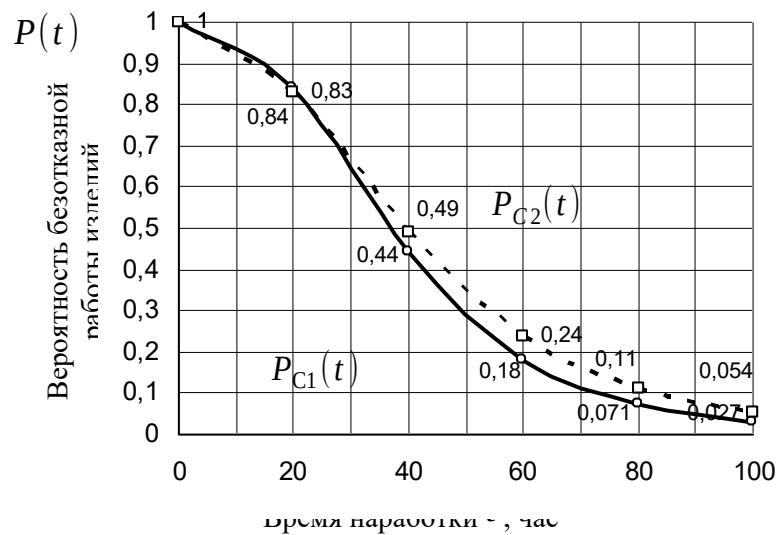

Рис. 4. Зависимости интенсивность отказа изделий от времени наработки
1. Определяем вероятность безотказной работы каждого изделия в интервале наработки до $t=100$ час через равные интервалы времени. В нашем примере целесообразно выбрать пять интервалов равных $t_i=20$ час каждый. Результаты расчетов записываем в табл. 1 и строим по ним график зависимости вероятности безотказной работы систем от времени наработки $P_C=f(t)$ (рис. 4). Следует помнить, что при увеличении числа интервалов повышается точность построения графика.
Выводы: Как видно из графиков (рис. 4) при наработке до $t=50$ час вероятность безотказной работы обоих изделий практически одинакова $P_{C1}(t) \approx P_{C2}(t)$. При увеличении времени наработки в диапазоне $t=50 \dots 100$ час вероятность безотказной работы второго изделия $P_{C2}(t)$ больше в 1,11...2,0 раза.